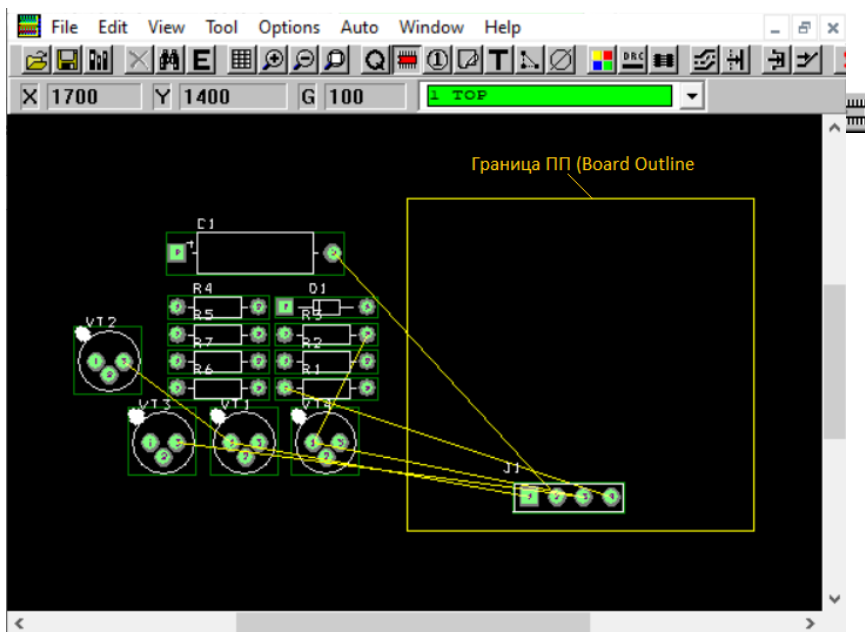

Рис. 6.6. Компоненты и контур ПП перед автоматическим размещением.
1. Нарисуйте физический контур печатной платы (Рис. 6.6). Для этого активируйте слой Global Layer, используя либо ниспадающее меню слоев на панели редактора Layout, либо нажав клавишу с цифрой 0. Затем нажмите кнопку Obstacle Tool , поместите крест курсора в начальную точку контура ПП и щелкните левой кнопкой мыши. Крестик станет маленьким. Установите толщину линии, равную 10 mils (0,025 мм): нажмите правую кнопку мыши, выберите Properties, в окне Width диалога Edit Obstacle введите требуемую величину
3. Вручную разместите разъем J1 ближе к границе ПП (Рис.6.6), выделяя и буксируя его мышью. При необходимости можно вращать компонент с угловым шагом  $90^0$  (клавиша R). Установив разъем в нужном месте, закрепите его (правая кнопка мыши, пункт Lock).